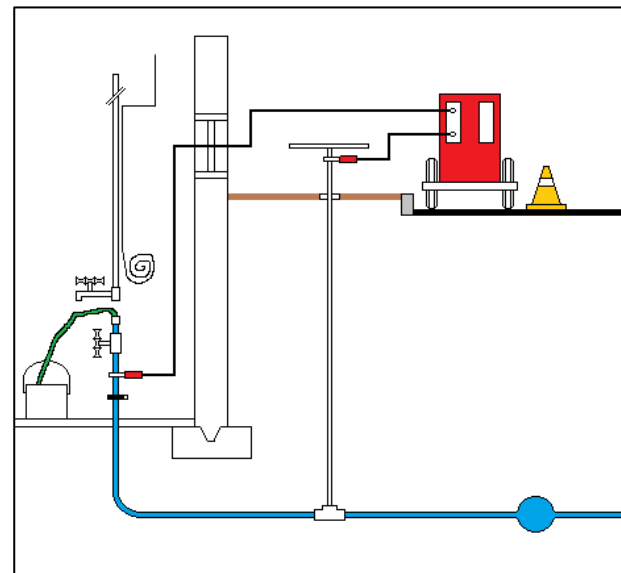

FIGURE 5
- 9.14 Un électricien brosse la conduite et installe la pince du câble électrique provenant de l'appareil de dégel sous la valve principale puis positionne une pince ampèremétrique sous celle-ci. (FIG. 5)